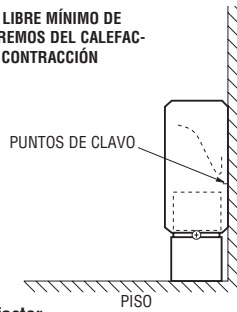

Figura 2. Instalación del calefactor
1. Coloque el calefactor en la ubicación deseada en la pared según se muestra en la Figura 2. Para lograr la máxima comodidad de calefacción, coloque el calefactor bajo una ventana.